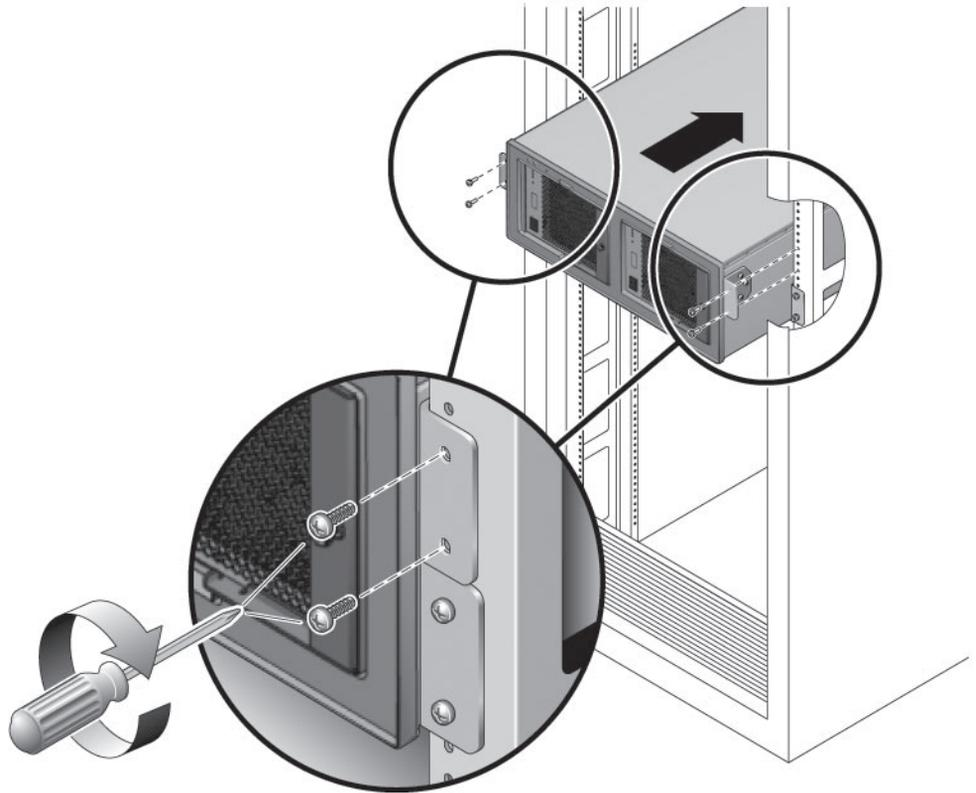

FIGURE 4-11 Installation de l'unité d'extension E/S externe dans le rack
4. Glissez le châssis de remplacement dans le rack et fixez-le en utilisant les deux vis cruciformes n° 2 de chaque côté (FIGURE 4-11).